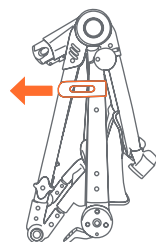
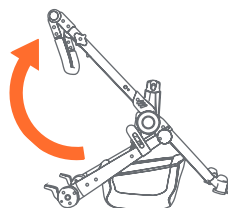

Fig. 1a
Fig. 1b
- 1) • Destrahe la palanca de liberación (Fig. 1a). Despliegue el armazón del cochecito tirando hacia arriba del manubrio (Fig. 1b). La barra se trabará cuando las patas estén completamente extendidas.